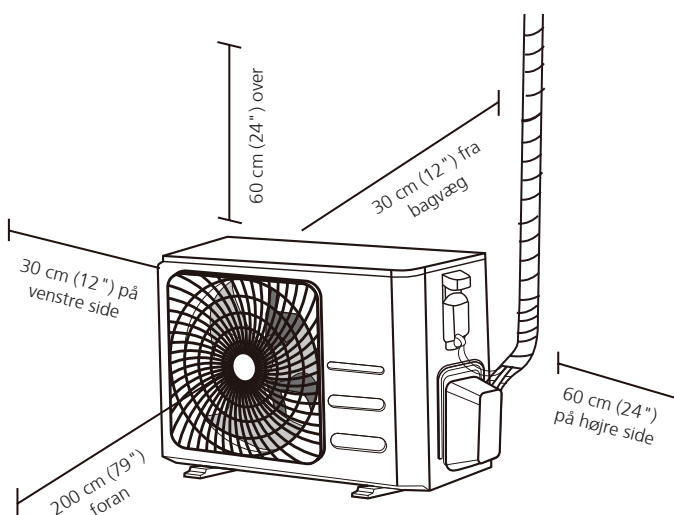

Fig. 5.1
- ☑ Overholder alle rumlige krav vist på tegningen Pladskrav (**Fig. 5.1**)